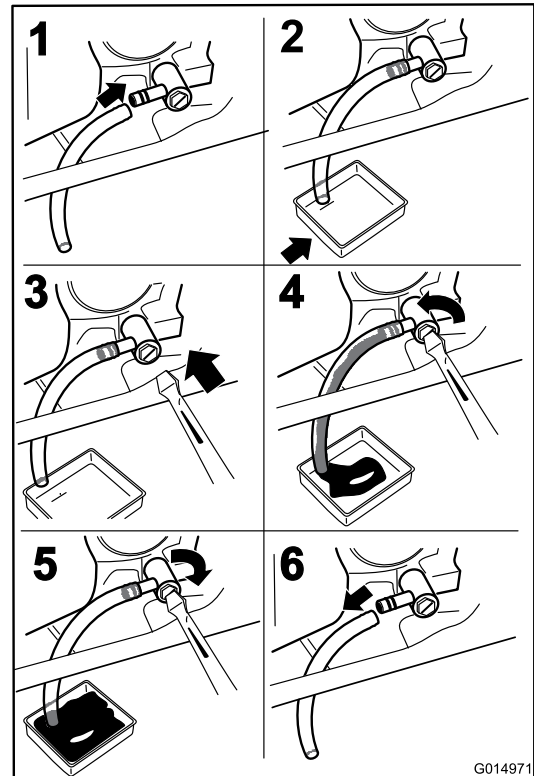

Figure 31
4. Avant de quitter la position de conduite, coupez le moteur, enlevez la clé de contact et attendez l'arrêt de toutes les pièces mobiles (Figure 31).